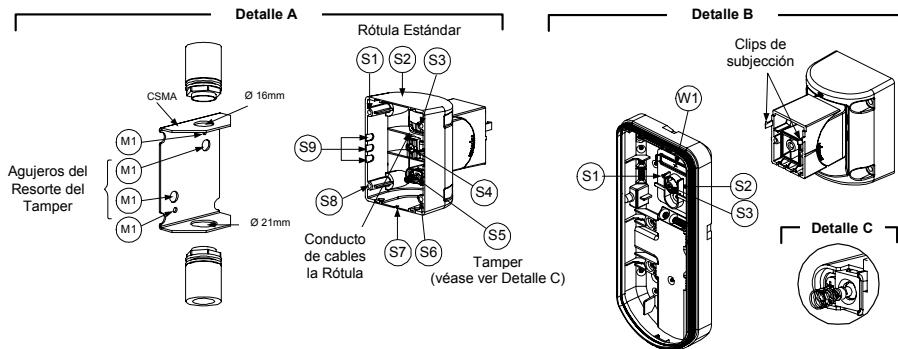

Figura 6
3. Abrir los agujeros pre-marcados en la base externa (Figura 6, Detalle B)
4. En el soporte con rótula giratoria rompa el agujero pre-marcado que necesite para pasar el cableado por la rótula: S2, S7 o S9 (Figura 6, Detalle A).
5. Extraer el tamper posterior de la base interna (ver el apartado "Cambiar la Posición del Tamper Posterior") y conectarlo a S5 (Figura 6, Detalle A) en el Soporte con Rótula Giratoria Estándar.
- a. Pasar el cable externo a través de los agujeros pre-marcados S2, S7 o S9 (incluyendo los cables del tamper) a través del Conducto de los Cables del Soporte con Rótula Giratoria (Figura 6, Detalle B).
Montaje del adaptador a tubo en el Soporte con Rótula Giratoria (usando el Adaptador metálico de tubo del Soporte con Rótula Giratoria - CSMA, Figura 6, Detalle A).
- Introducir los cables externos y los cables del tamper que llegan del tubo eléctrico haciendolos pasar a través del paso de cables del soporte con rótula giratoria (Figura 6, Detalle A).
El resorte del tamper S5 (Figura 6, Detalle A) debe hacer contacto con la pared a través de los agujeros de los resortes del tamper M2 o M3 en el CSMA. Asegurarse de ello al oír el "Clic" del interruptor del tamper al fijar el dispositivo a la pared.
- Pasar los cables del tamper y los cables de conexión que llegan del Soporte con Rótula Giratoria a través del agujero pre-marcado W1 en la base externa (Figura 6, Detalle B).